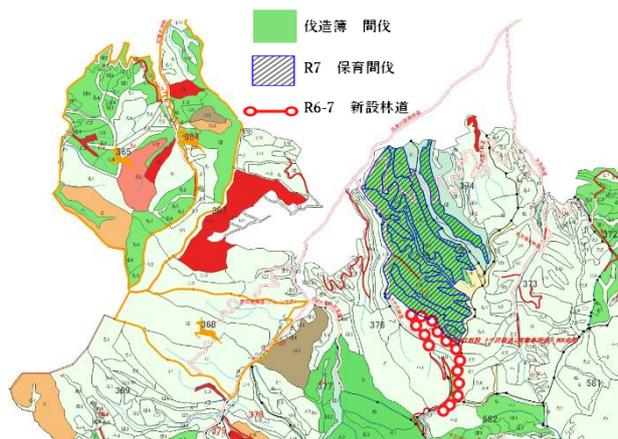

図 1 事業箇所や事業種の共有
(2) データベース型 GIS の活用事例
①事業箇所や事業種の共有 (図 1)